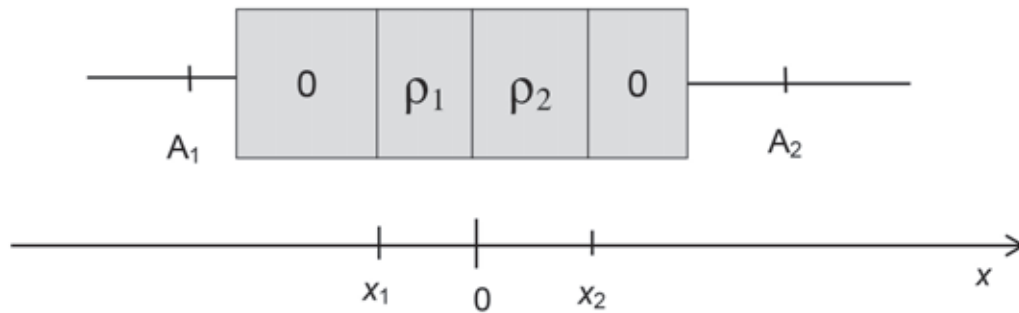

Figure 3. – Schéma représentant l'état d'équilibre
- en dehors de la zone $[x_1, x_2]$, appelée zone de déplétion, la densité de charge volumique est nulle (figure 3).